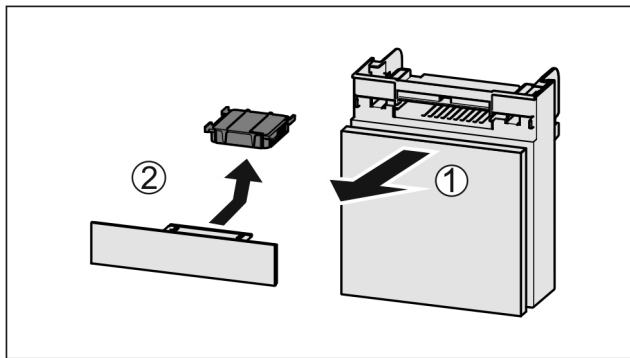

Fig. 159
- ▶ Fach nach vorne herausziehen Fig. 159 (1).
- ▶ Aktivkohlefilter entnehmen Fig. 159 (2).